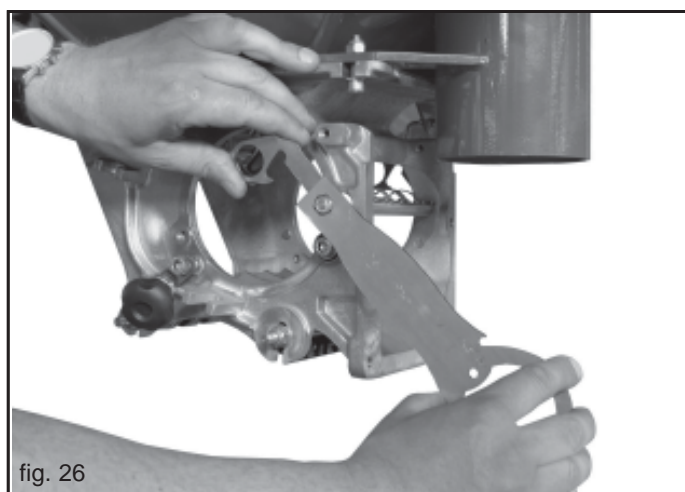

fig. 26
- 3) Desserrer les dés M8 (Fig. 26) avec la clé à usage multiple en dotation.